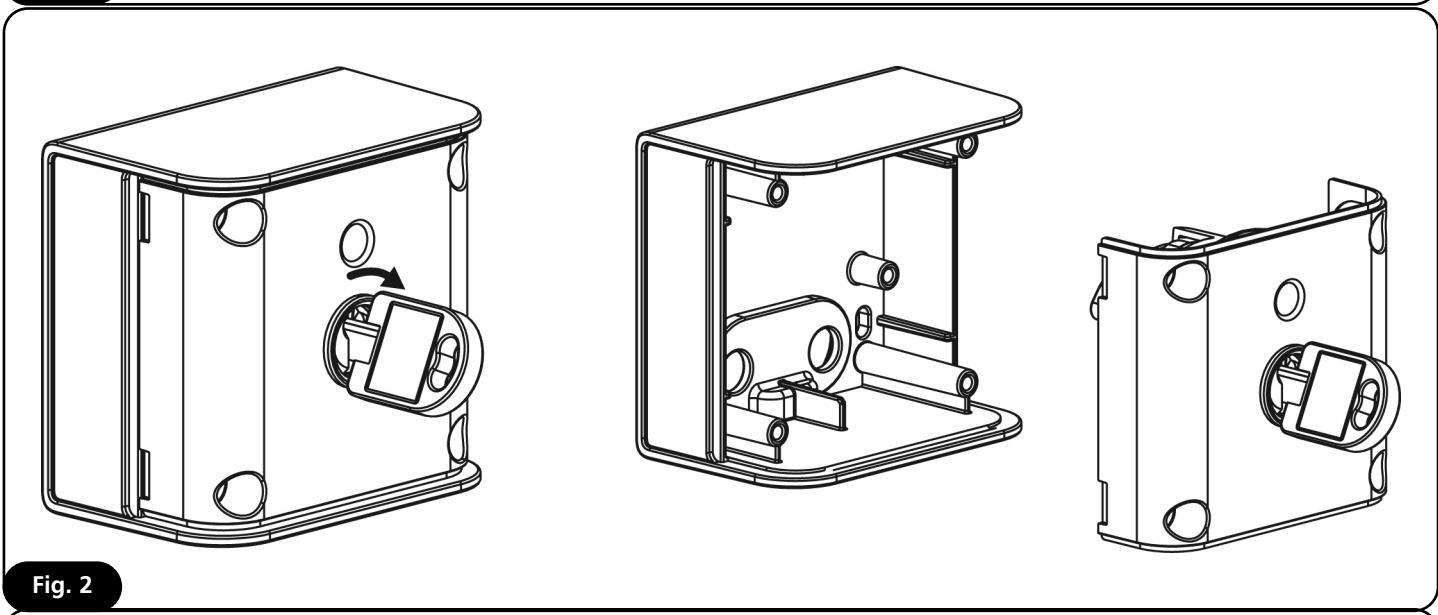

Fig. 2
- Inserire la chiave nella serratura, girare la chiave in senso orario ed estrarre il selettore dalla base (Fig. 2)